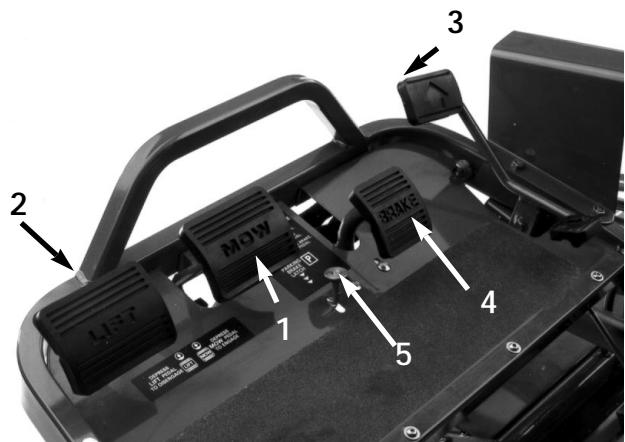
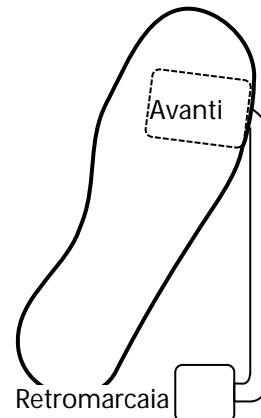

Fig. 4
Fig. 5
**PEDALE DI TOSATURA** (Fig. 4)—Premere A FONDO il pedale di tosatuta per abbassare le unità falcianti ed azionare i cilindri.
**PEDALE DEL FRENO** (Fig. 4)—Il pedale del freno aziona il freno meccanico a tamburo.
**PEDALE DI SOLLEVAMENTO** (Fig. 4)—Premere il pedale di sollevamento durante l'operazione per arrestare i cilindri e sollevare le unità falcianti. Premere A FONDO il pedale di sollevamento fin quando le unità falcianti sono completamente sollevate ed hanno smesso di girare.
**PULSANTE DEL FRENO DI STAZIONAMENTO** (Fig. 4)—Premere il pedale del freno per azionare il freno, quindi premere il pulsante del freno di stazionamento per tenere innestati i freni quando la macchina è stazionaria. Per disinnestare, premere il pedale del freno. E' bene abituarsi a bloccare il freno di stazionamento prima di lasciare la macchina.
**PEDALE DI TRAZIONE** (Fig. 4)—Il pedale di trazione fa spostare la macchina avanti e indietro. Premere la punta del pedale per fare marcia avanti, ed il tallone per fare marcia indietro. Non poggiare il tallone sulla sezione di retromarcia quando si aziona la marcia avanti (Fig. 5).